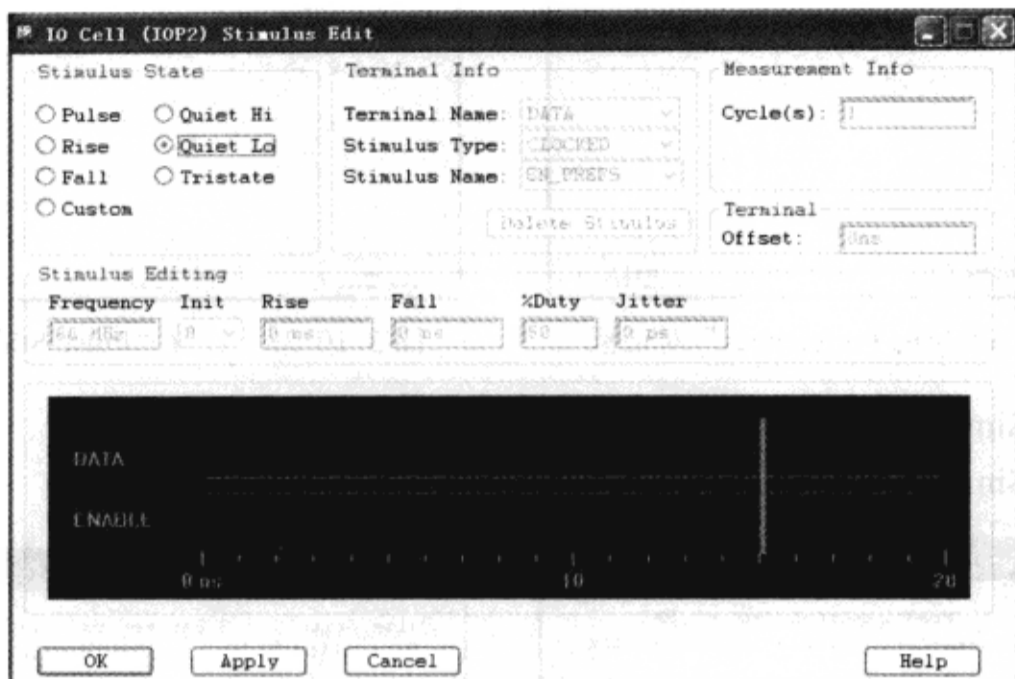

图 3-10-42 “IO Cell (IOP2) Stimulus Edit”对话框
(1) 设置激励（攻击网络为 Rise、被攻击网络为 Low）。假定 IOP2 和 IOP5 间的网络为被攻击网络，其他两个网络是攻击网络。
① 在工作空间单击 IOP2 上面的文字“TRISTATE”，弹出“IO Cell (IOP2) Stimulus Edit”对话框，如图 3-10-42 所示。
② 在“Stimulus State”区域选中“Quiet Lo”单选按钮→单击“Apply”按钮。
③ 单击改变 IOP1 上面的文字“TRISTATE”，在“Stimulus State”区域中“Rise”单选